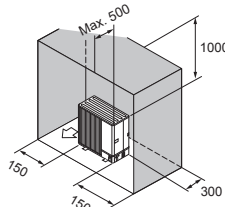

Fig. 2-11
- (6) Obstrucții sau suprafețe închise numai în spate, în lateral și deasupra (Fig. 2-11)